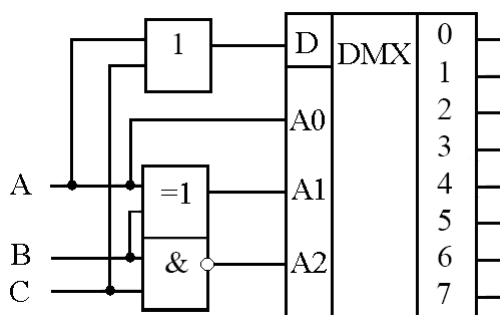

Рис. 6
26. Составьте таблицу истинности для цифрового устройства, изображенного на рис. 6.